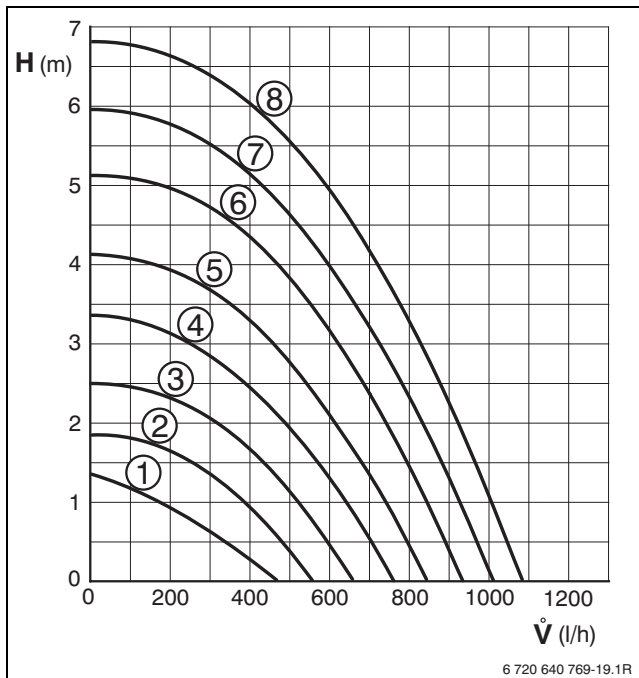

Fig. 43 Características de la bomba - Aparato con acumulador auxiliar SP 400 SHU y juego de piezas de conexión accesorio nº 1463
**Leyenda de la fig. 43 y 44:**